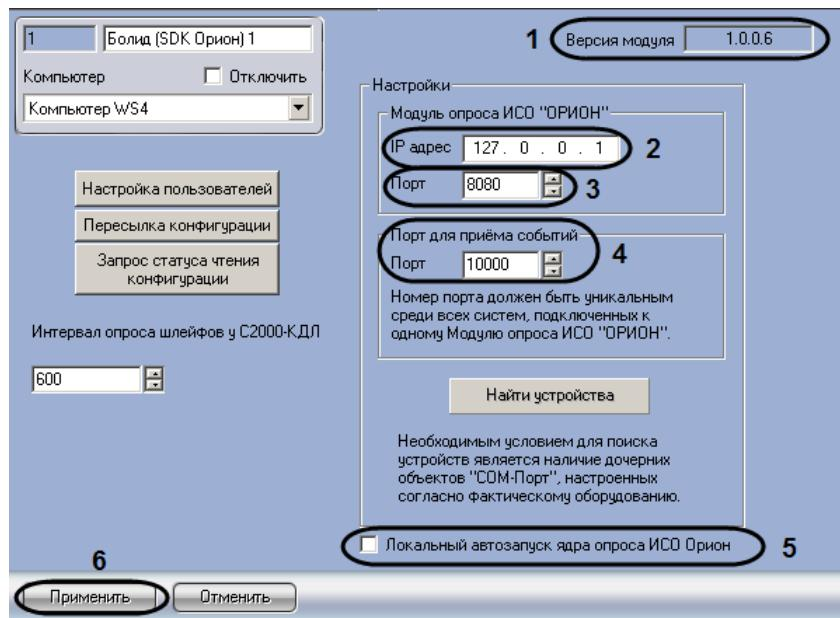

Рис. 3.3—2 Настройка подключения Сервера Интеллект к ядру опроса ИСО Орион
Примечание. В поле **Версия модуля** отображается текущая версия интерфейсного модуля Орион (см. Рис. 3.3—2, 1).
2. В поле **IP адрес** ввести сетевой адрес компьютера, где запущено ядро опроса *ИСО Орион* (см. Рис. 3.3—2, 2).